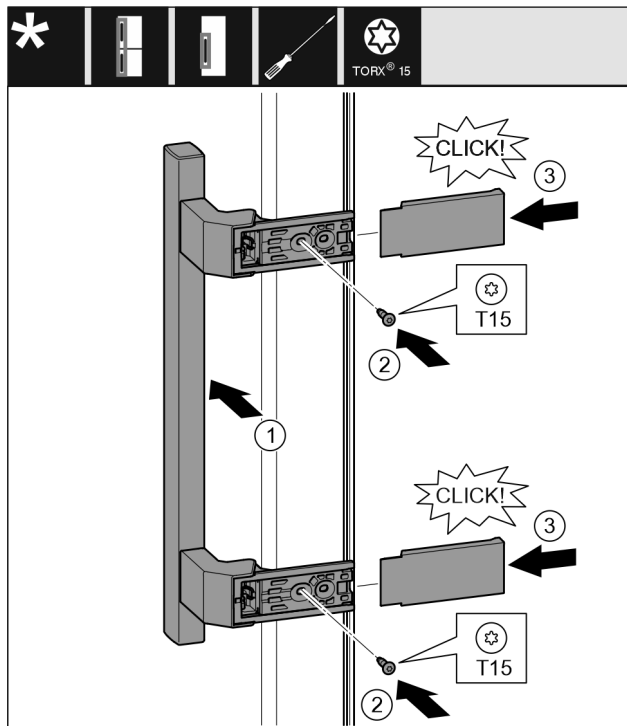

Fig. 12
- ▶ Indsæt grebet på den modsatte side. Fig. 12 (1)
- ▶ Skru skrue fast med en T15-skrue. Fig. 12 (2)
- ▶ Sæt sideafdækningerne på i siden, og skub dem på plads. Fig. 12 (3)